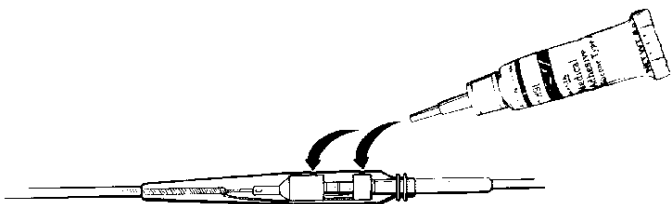

Figura 3. *Applicare l'adesivo medicale nei due fori della vite.*
8. Inserire la punta applicatrice al tubo del adesivo medicale e riempire fino a coprire i due fori della vite con prodotto adesivo (si veda la figura 3).